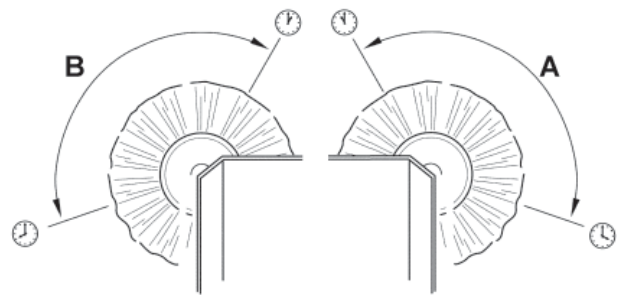
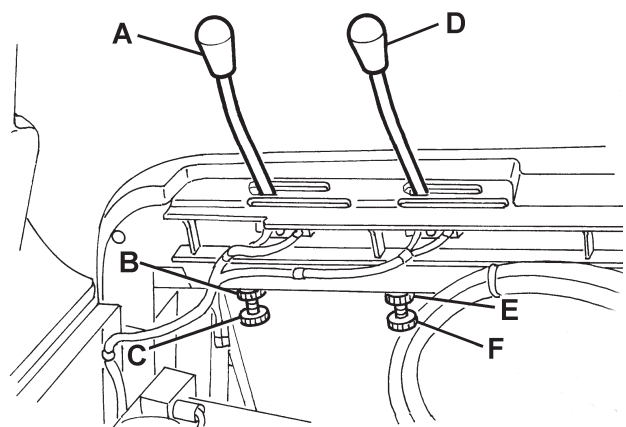

Abbildung 9
Abbildung 10
- Prüfen, ob die Seitenbesenspuren hinsichtlich Ausdehnung und Ausrichtung der Abbildung (A und B, Abb. 9) entsprechen.
2. Die Feststellbremse mittels des Pedals (75) und des Hebels (68) betätigen.
3. Zündschlüssel (69) in Stellung 0 drehen.
4. Haube (22) öffnen und mit der Stützstange (36) sichern.
5. **Für den rechten Seitenbesen:** Hebel (A, Abb. 10) durch Lösen der Mutter (B) und Betätigen der Einstellvorrichtung (C) bis zum Erhalt der richtigen (A, Abb. 9) Spur verschieben. Einstellvorrichtung mit der Mutter (B, Abb. 10) sichern.
- Für den linken Seitenbesen:** Hebel (D, Abb. 10) durch Lösen der Mutter (E) und Betätigen der Einstellvorrichtung (F) bis zum Erhalt der richtigen (A, Abb. 9) Spur verschieben. Einstellvorrichtung mit der Mutter (E, Abb. 10) sichern.